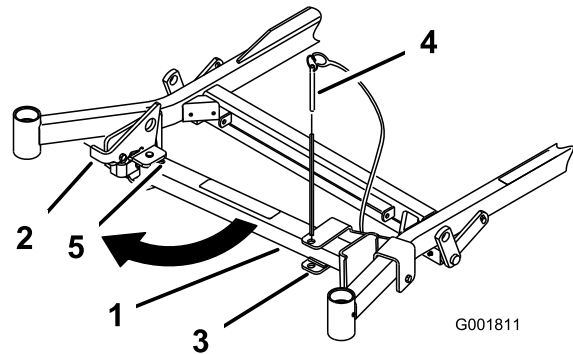
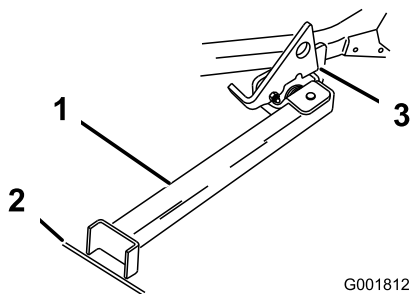

Bild 34
Bild 35
2. Nehmen Sie den Halterungsstift ab (Bild 34).
3. Heben Sie den Riegel an. Drehen Sie den Ständerfuß nach vorne heraus und schieben Sie den Ständer zur Maschine in den unteren Schlitz (Bild 34 und Bild 35).
- Stellen Sie den Fuß auf den Boden und lassen Sie den Riegel auf der Drehnase aufliegen (Bild 35).
Hinweis: Stellen Sie den Ständerfuß am besten in Risse auf Gehwegen oder in der Rasenfläche (Bild 35).
- Fahren Sie auf den Stand auf. Halten Sie an, wenn der Riegel über die Nase in die ARRETIERTE Stellung einrastet (Bild 35). Aktivieren Sie nach dem Auffahren auf den Stand die Feststellbremse und stellen den Motor aus.
- Stellen Sie den Z Stand wieder in die RUHE-Stellung (Bild 34).